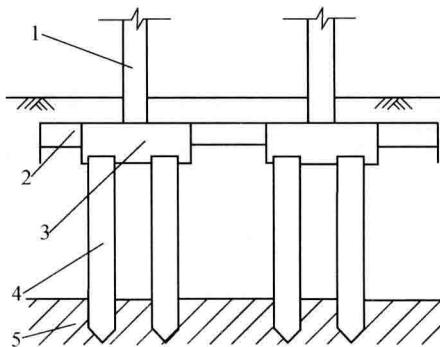

图 1-6 桩基础图
实例 桩基础图（图 1-6）
(1) 当建筑场地浅基础不能满足建筑物对地基基础设计的承载力和变形要求，且又不便于采取地基处理措施时，可以考虑采用深基础将荷载传至深部坚实土层，其中以桩基础的应用最为广泛。
(2) 桩基础简称桩基，它是由基桩和连接于基桩桩顶的承台共同组成，承台之间一般用承台梁相互连接，如图 1-6 所示。